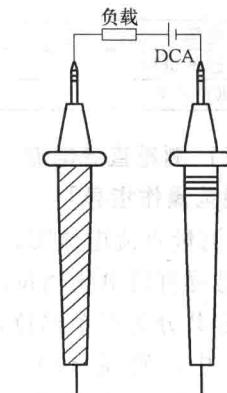

图 1-18 测量电流示意图
3) 打开可调式直流电源，设计测试电路如图 1-18 所示。将万用表串联进入电路，红表笔接电阻端，黑表笔接电源负极，选择  $1k\Omega$  电阻作为测试负载。在电源输出指示分别为 1.0、2.0、5.0、10.0 时，在每个量程分别测试，并将结果填入表 1-7 中。